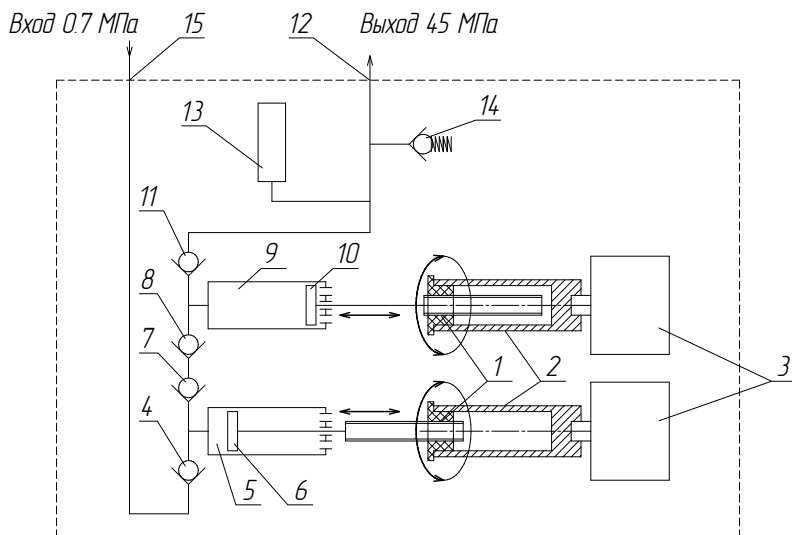

Рис. 3.
4.3 Внутренний механизм представляет собой двухступенчатую систему сжатия (Рис. 3).